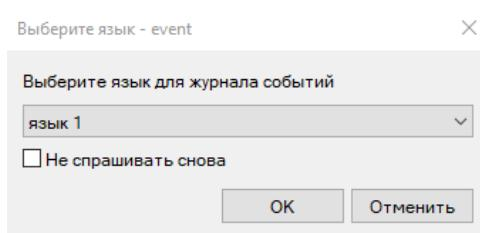

Рисунок 6.12 – Окно «Выберите язык – event»
3. В окне «Выберите язык – event» из выпадающего списка выбрать «язык 1» и нажать кнопку «OK» (рисунок 6.12)